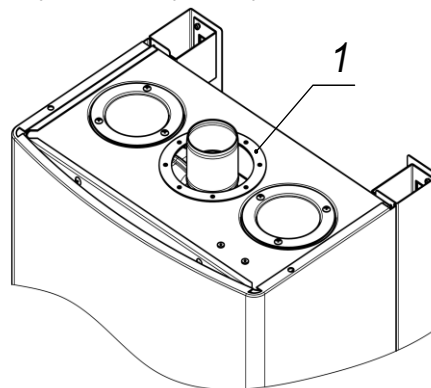

Рис. 9. Установка прокладки
- 2) установить прокладку 1 (поставляется в комплекте с котлом) (см. Рис. 9);